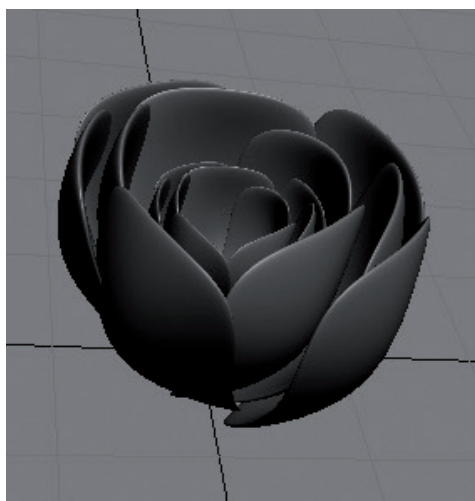

Рис. 38. Эффект сглаживания
- модификатор **MeshSmooth** (сглаживание), в списке которого параметр **Iteration** (количество итераций), после задайте значение итерации 2 для более явного отображения модификатора (рис. 38);